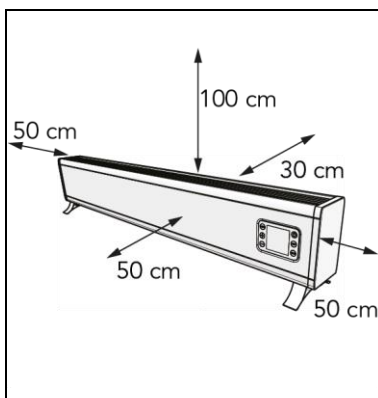

Figure 7
5. Placez l'appareil en respectant un dégagement minimal (figure 7) de :